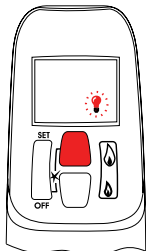

Abb. 20: Anleitung für Magnetventil (auf Batterieabdeckung)
- Drücken Sie gleichzeitig die Tasten **SET** und , um den zweiten Brenner AUS-zuschalten. Siehe auch Anweisungen auf der Batterieabdeckung (Abb. 20).